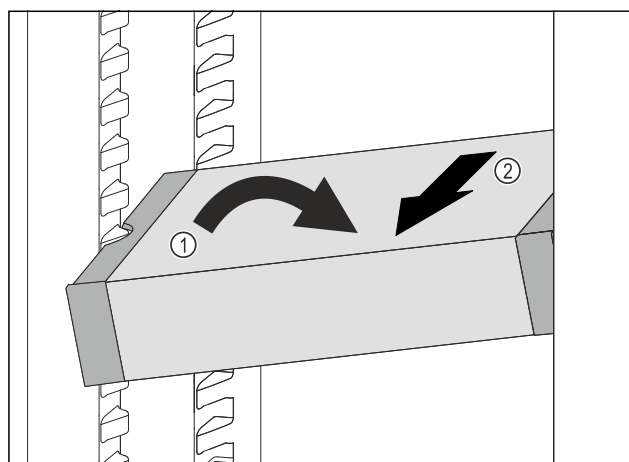

Fig. 200
- VarioSafe postavte v chladničce šikmo. Fig. 200 (1)
- VarioSafe odeberte směrem dopředu. Fig. 200 (2)